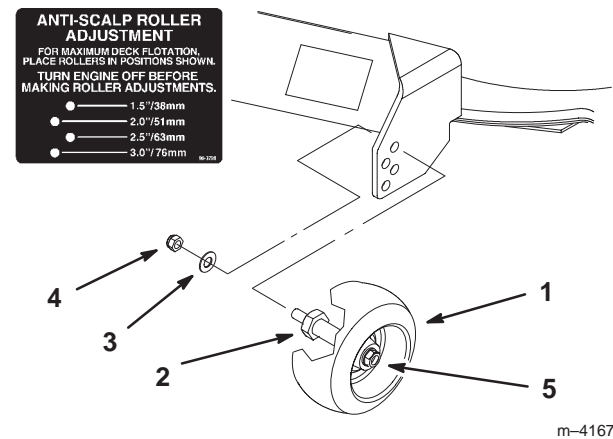

Figure 18
4. Lorsque la hauteur de coupe est réglée, enlevez l'écrou et la rondelle tout en maintenant le goujon avec une clé (Fig. 18).
**Remarque :** N'enlevez pas l'écrou et la rondelle de roue (Fig. 18).
5. Choisissez le trou pour que la roue de jauge se trouve le plus près possible de la hauteur de coupe correspondante voulue (Fig. 18).
6. Remettez l'écrou et la rondelle sur le goujon (Fig. 18).